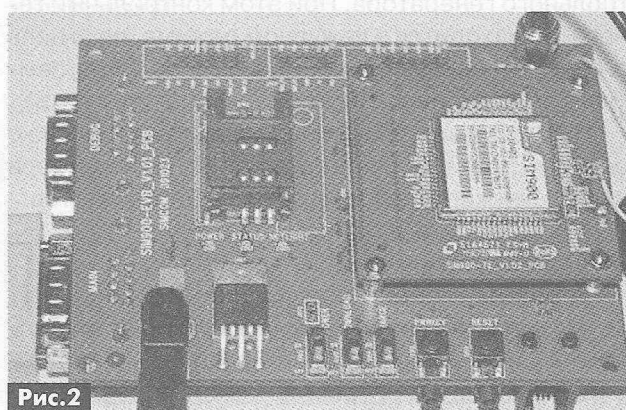

Рис. 2
- SIM900-EVB Kit + SIM900-TE (рис. 2).